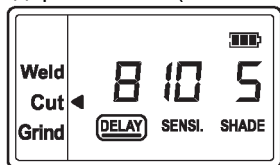

Рис. 17a
**Режим резки** (Степень затемнения 5 ~ 8) / **Режим сварки** (Степень затемнения 9 ~ 13) - Задержка 0 ~ 10 (См. Рис. 17a / 17b)